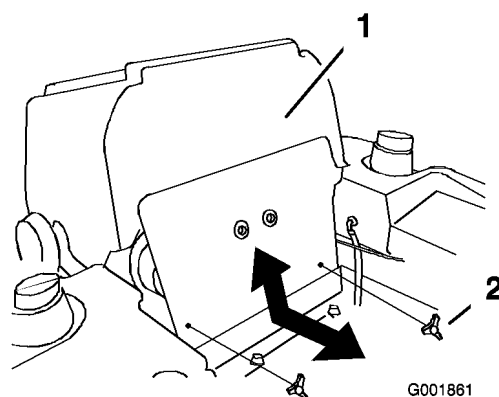

Figura 43
1. Ribaltate in avanti il sedile e togliete il pannello anteriore del motore (Figura 43).